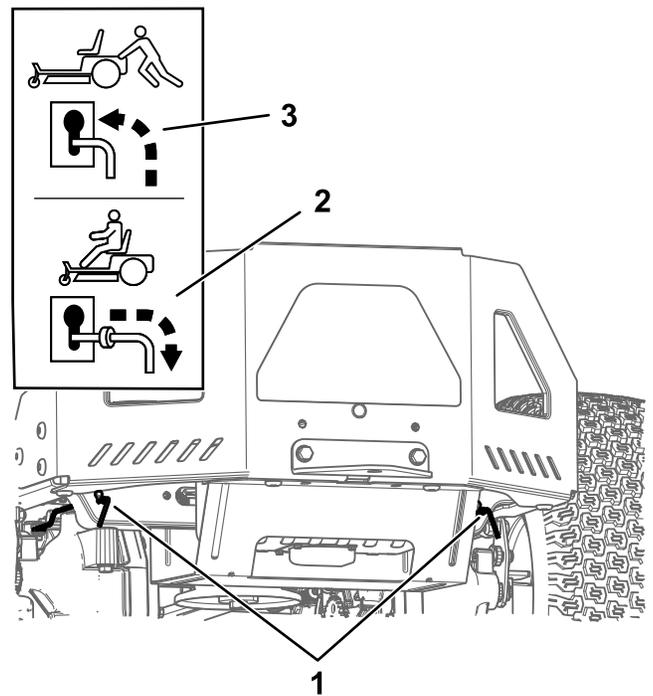

図 31
4. 両方のバイパスレバーをスロットに沿って前に動かし、更に下に動かしてロックする **図 31**。